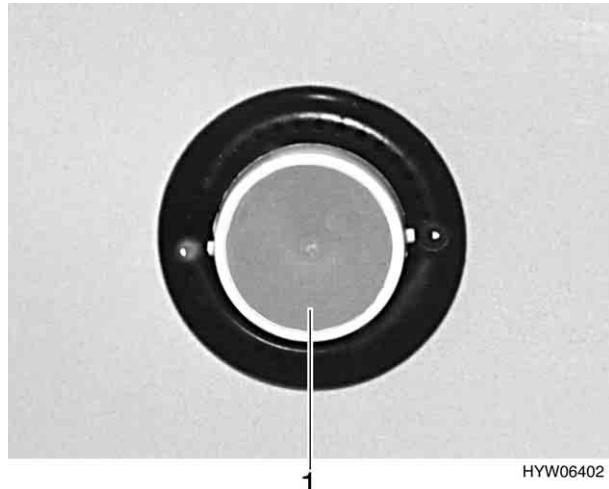

Fig. 108 Illuminazione del vano WC
- Comprimere il vetro della luce (Fig. 108,1) ai due naselli e estrarlo.